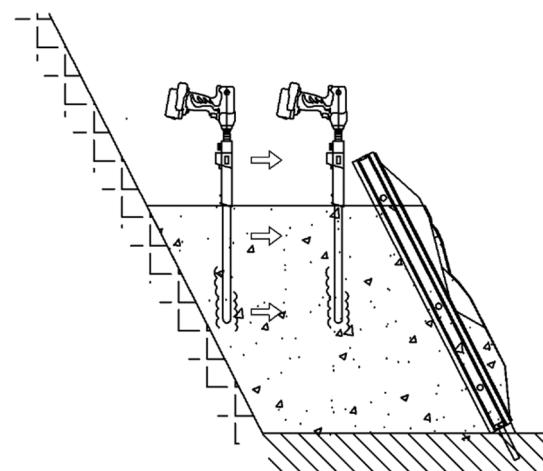

図 5. 締固め方向
- ・ 締固めの際、振動機を表面金網近くで振動し続けると、必要以上にペーストが漏れ出るため、表面金網よりある程度内側で振動させて、徐々に表面金網へと締固めを行う(図5)。